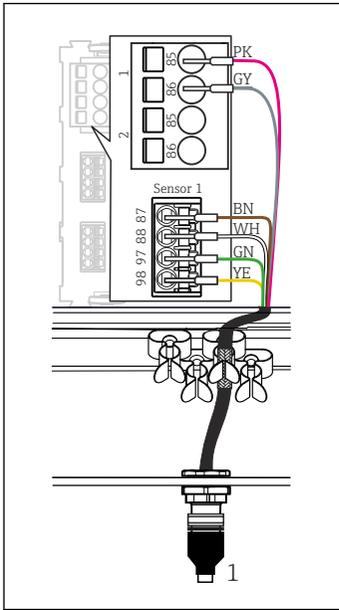

图 28 M12 接头 (例如在传感器模块上)
- ▶ 将传感器电缆接头 (→ 图 28 图号 1) 直接连接至 M12 插座。